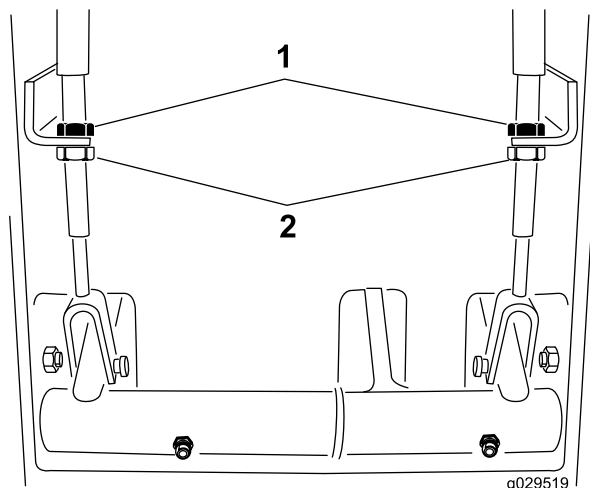

Figura 74
2. Per ridurre il gioco dei pedali del freno, allentate i controdadi anteriori all'estremità filettata del cavo del freno (Figura 74).